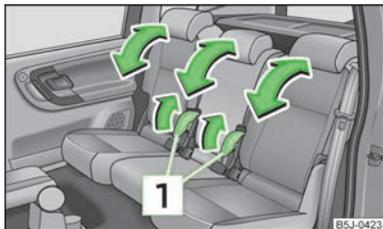

Fig. 37
➤ Tirez la manette **1** » fig. 37 et réglez l'inclinaison souhaitée pour le dossier.
- Tirez la manette **1** » fig. 37 et rabattez le dossier entièrement vers l'avant.